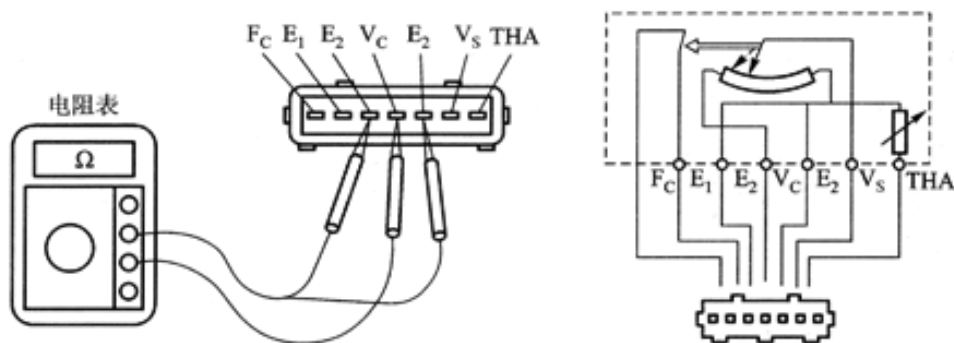

图 2-1-1 电阻检测
C. 用万用表 Ω 档检测电插内各端子间的电阻值，检测方式如图 2-1-1 示。